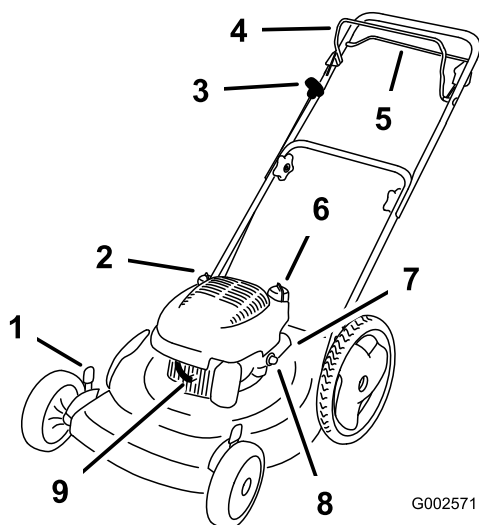

**Figure 6**
1. Retirez la jauge (Figure 6).
2. Versez de l'huile **lentement** dans le goulot de remplissage pour faire monter le niveau de liquide jusqu'au repère du plein (Full) sur la jauge (Figure 6). **Ne remplissez pas excessivement.** (Remplissage max. : 0,6 l, type : huile détergente SAE 30W de classe de service API SF, SG, SH, SJ, SL ou supérieure.)